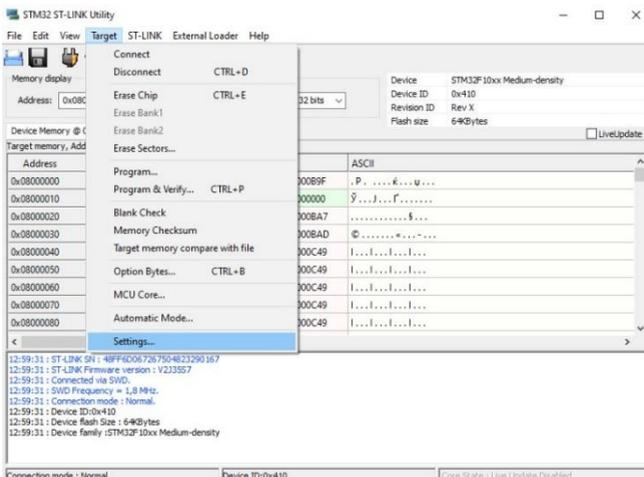

Рис. 4.2 – Пункт меню для доступа к настройкам
2. Осуществить настройку соединения, выбрав в меню **Target** пункт **Settings...** (рисунок 4.2).